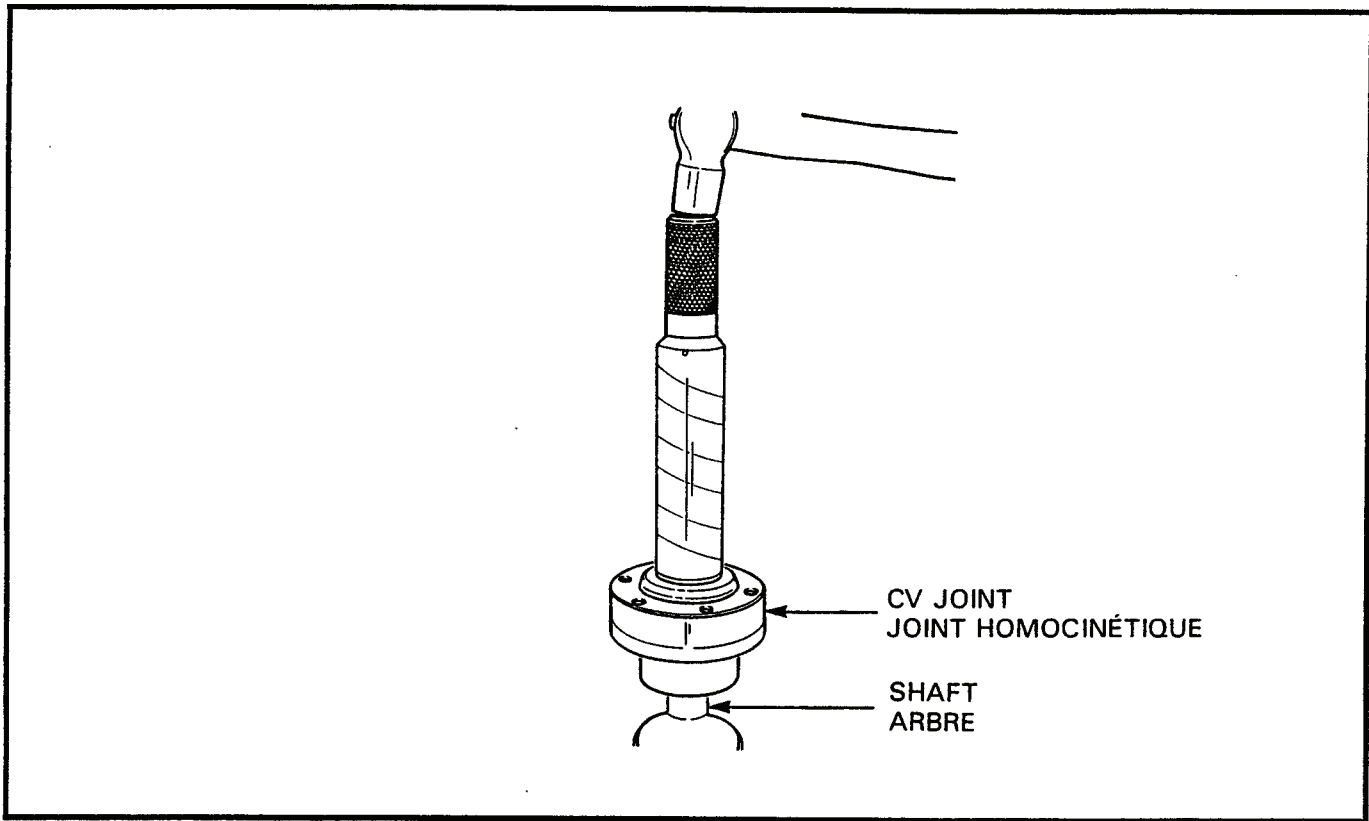

Figure 3-2-2 Installation of Propeller Shaft Constant Velocity Joint
d. Tap the CV joint onto the end of the shaft, see Figure 3-2-2.	d. Enfoncer le joint homocinétique sur l'extrémité de l'arbre. Voir figure 3-2-2.